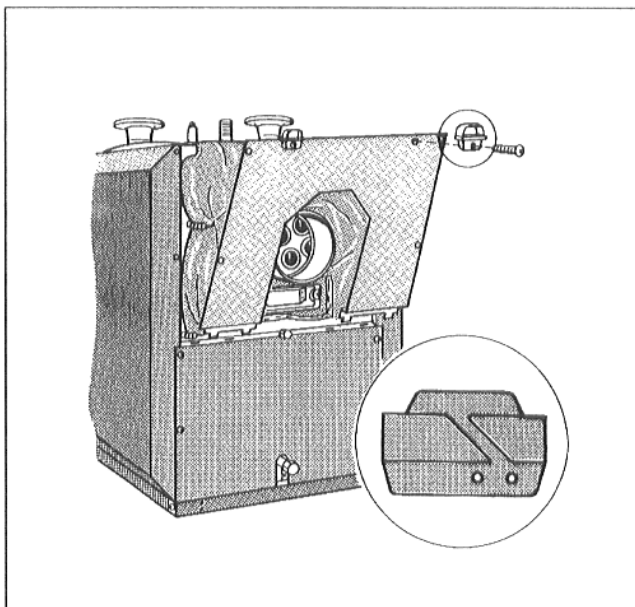

Рис. 13
- Вдеть 4 серги верхней части задней стенки в шлицы нижнего участка задней стенки, уложить справа и слева на окантовку боковых стенок и привинтить 4 самонарезными винтами (Рис. 13).
- Привинтить держатели кабеля справа и слева к верхней части задней стенки, используя по одному самонарезному винту (Рис. 13).